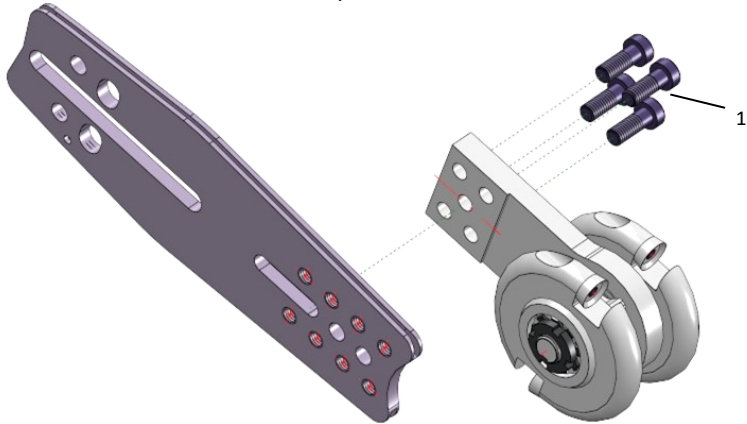

Fig. 7. Montage de la fraiseuse à bois ETH-C-Mini
- Montez la fraiseuse à bois à l'aide des 4 vis à tête cylindrique (1- Fig 7). Pour la plupart des scies, la position des deux trous centraux est la bonne. Si, lors de la tension
- Pour le montage des tôles de protection, il faut d'abord insérer deux vis à tête cylindrique M6 avec rondelles dans la tôle de protection gauche (1- Fig. 7). Montez ensuite les douilles d'écartement du côté intérieur de la tôle de protection. La douille plus longue est placée sur la vis côté scie. La tôle de protection avec les vis peut alors être reliée à la fraiseuse à bois par les trous du bloc de palier et du guide-chaîne. Après avoir mis en place les deux douilles d'écartement courtes et posé la tôle de protection droite (2- Fig. 8), serrez les écrous hexagonaux. (écrou SW 10, vis SW 5).